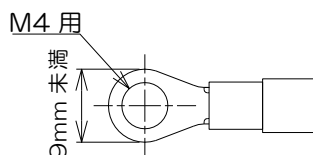

図 5. 圧着端子の寸法
- (2) 電圧線（P0、P1、P2、P3 端子）、電流線（1S、1L、2S、2L、3S、3L 端子）、発信パルス線（CA、CB 端子）、器差試験パルス線（D1、D2 端子）は、圧着端子を使用して接続してください。
- (3) 圧着端子は、図 5 のように M4 ねじ用の絶縁被覆付丸形圧着端子で、幅 9mm 未満のものを使用してください。